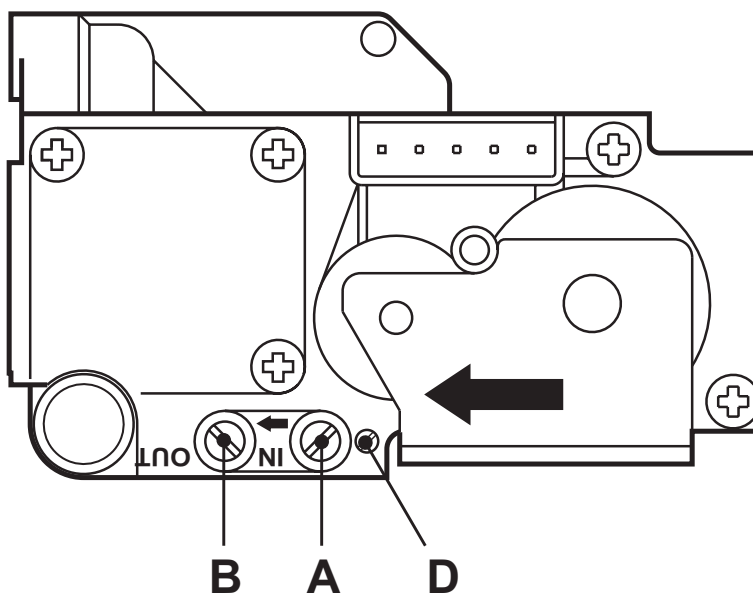

fig. 17 - Valvola gas
- Collegare un idoneo manometro alla presa di pressione "B" fig. 17 posta a valle della valvola gas
- Regolare la pressione minima attraverso la vite "D" fig. 17, in senso orario per diminuirla ed in senso antiorario per aumentarla.